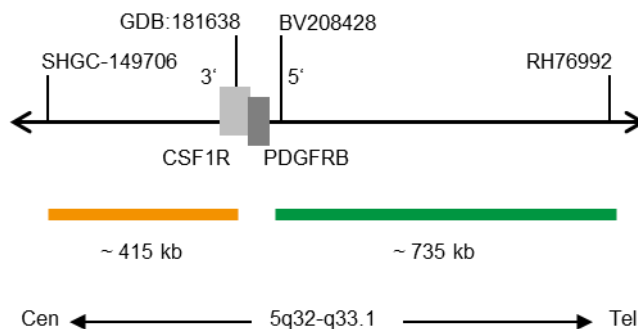

Fig. 1 : Carte de la sonde SPEC CSF1R (pas à l'échelle)
- Polynucléotides marqués au ZyGreen (excitation 503 nm/émission 528 nm) (~10 ng/μl), qui ciblent une séquence de 5q32-q33.1\* (chr5:149,548,518-150,118,449) distale de la région des points de rupture de CSF1R (voir figure 1).
- Polynucléotides marqués au ZyOrange (excitation 547 nm/émission 572 nm) (~4,5 ng/μl), qui ciblent une séquence de 5q32\* (chr5:149,058,515-149,421,081) proximale de la région des points de rupture de CSF1R (voir figure 1).